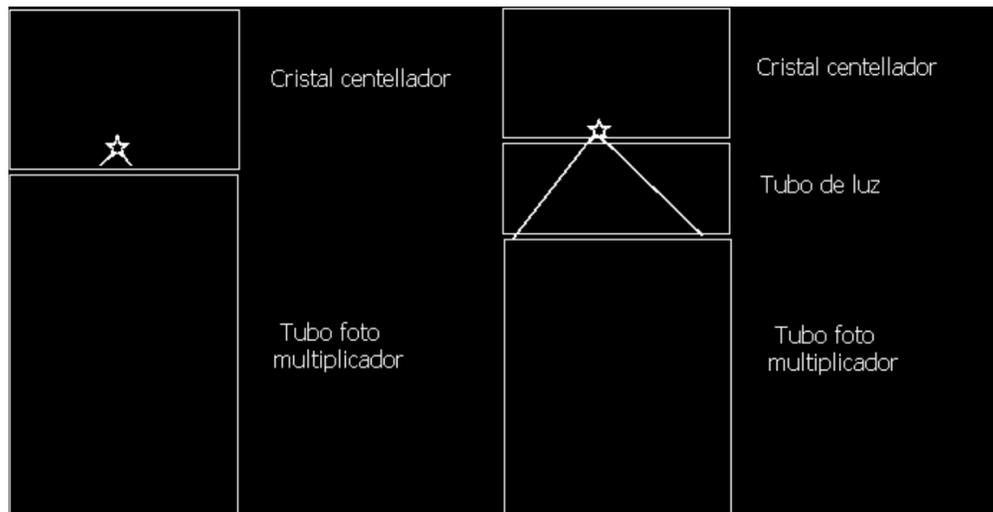

Figura 4: Comparacin con y sin “tubo luz”
- La primera consta en igualar la energía percibida por el foto cátodo de forma geométrica, como se puede observar en la siguiente imagen(Ver Figura 4).